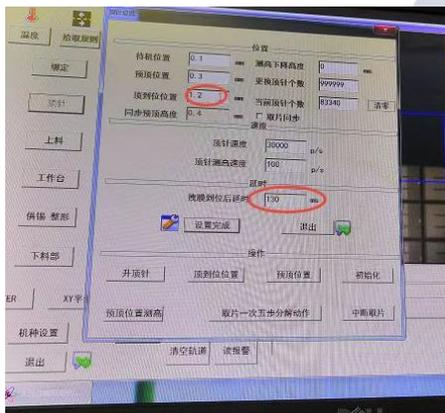

图 4
(1) 图 4：降低顶针顶出高度参数，使顶针顶出高度减小；
(3) 如下图 4、5：加大取片吸气时间、顶针帽拽膜时间，延长吸取芯片的总时间，保证芯片能够稳定吸取。